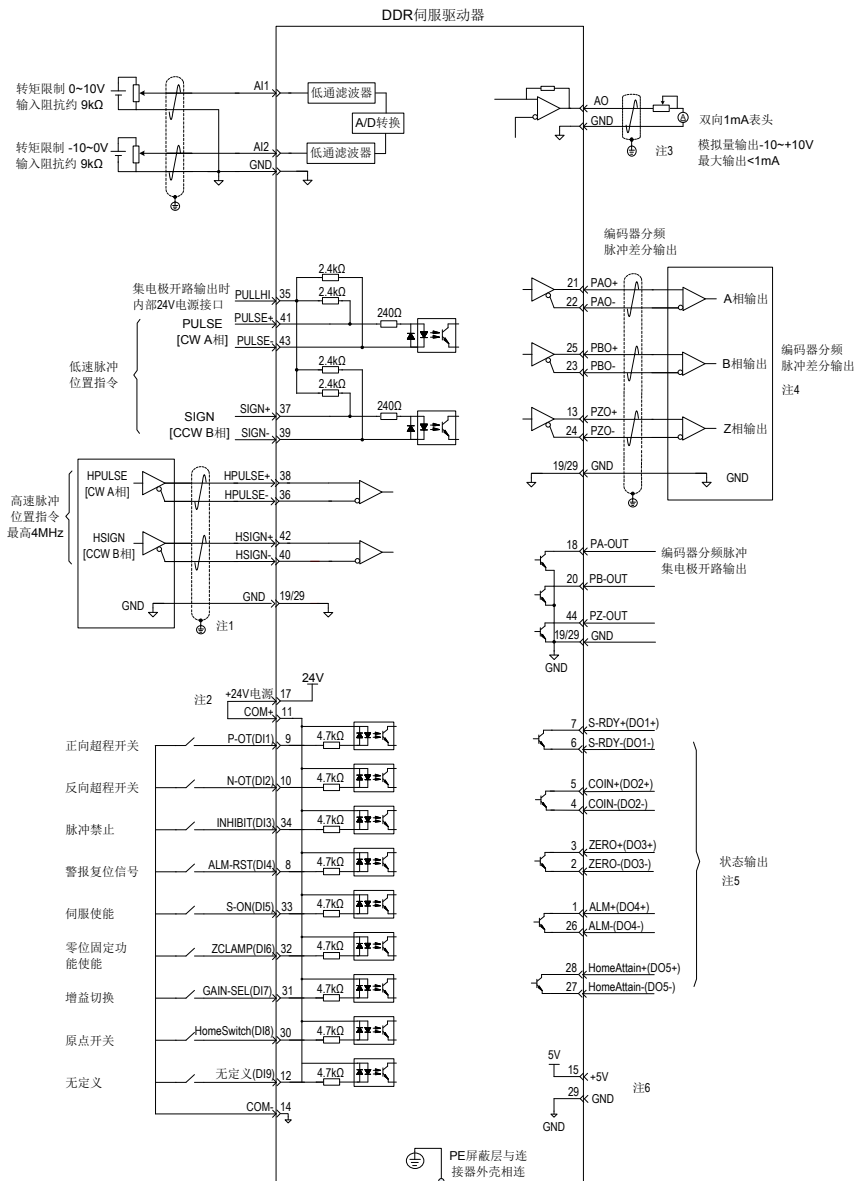

图 4-2 位置模式配线图
4. 参考图 4-2 配线说明连接 CN1 端子中的脉冲方向输入和脉冲指令输入以及必要的 DI/DO 信号,如驱动器使能,定位完成信号等;